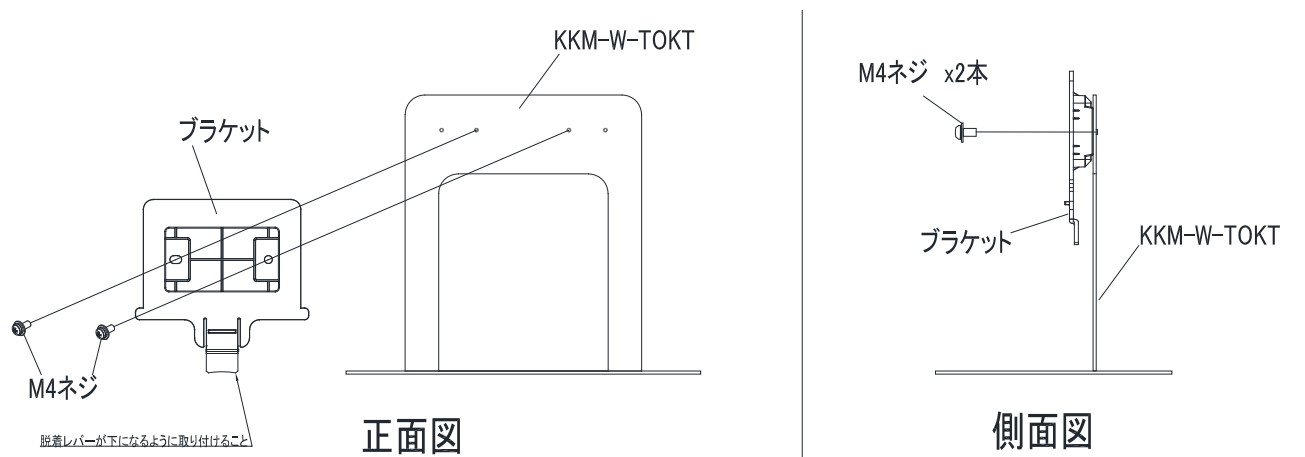
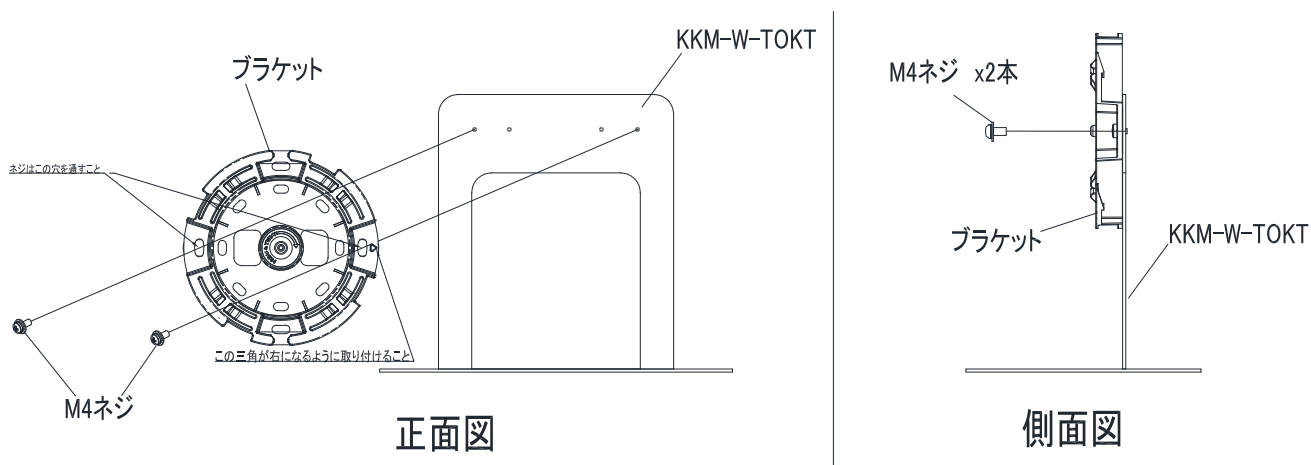

図 4-3 ブラケット取付イメージ図(W220、W440)
図 4-4 ブラケット取付イメージ図(W222)
- (2) ブラケットを KKM-W-TOKT に取り付ける。取り付けに際してはブラケットの取付方向に注意し、KKM-W-TOKT に添付されている M4 ネジ(推奨締め付けトルク 1.5 [N・m])を使用すること。W220、W440 は図 4-3 を、W222 は図 4-4 を参照のこと。